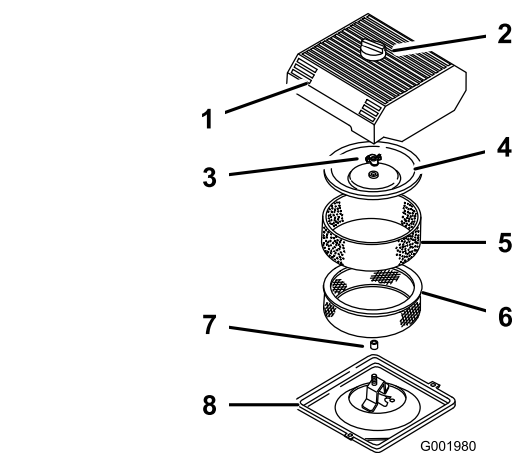

Bild 43
3. Reinigen Sie den Bereich um den Luftfilter herum, um zu verhindern, dass Schmutz in den Motor fällt und Schäden verursacht (Bild 43).
4. Lösen Sie das Handrad an der Luftfilterabdeckung und nehmen Sie die Abdeckung ab (Bild 43).
5. Schieben Sie das Schaumelement vorsichtig vom Papierelement (Bild 43).
6. Schrauben Sie die Abdeckungsmutter ab und nehmen Sie die Abdeckung und das Papierelement ab (Bild 43).
1. Schieben Sie den Schaumeinsatz vorsichtig auf den Papierluftfiltereinsatz (Bild 43).
3. Schrauben Sie die Abdeckungsmutter mit der Hand auf der Abdeckung fest (Bild 43).
4. Montieren Sie die Luftfilterabdeckung und das Handrad (Bild 43).